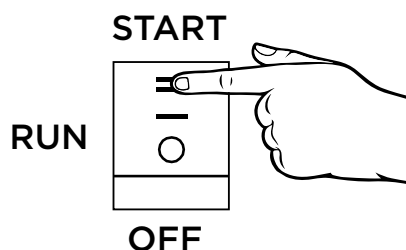

Figura 10 - Interruptor de control del motor - EJECUTAR
- a. Arranque eléctrico: Empuje el interruptor de control del motor a la posición de ARRANQUE hasta que el motor arranque. Una vez que el motor arranque, suelte el interruptor; el interruptor se moverá automáticamente a la posición RUN (ver la figura 10 a continuación).